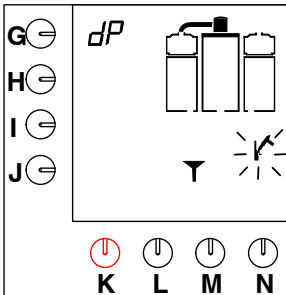

Fig. 16 Kafetraktesystemet etterlyser rensmiddel
- Et signal høres, hammersymbolet blinker og det vises en trakt på displayet (fig.16).